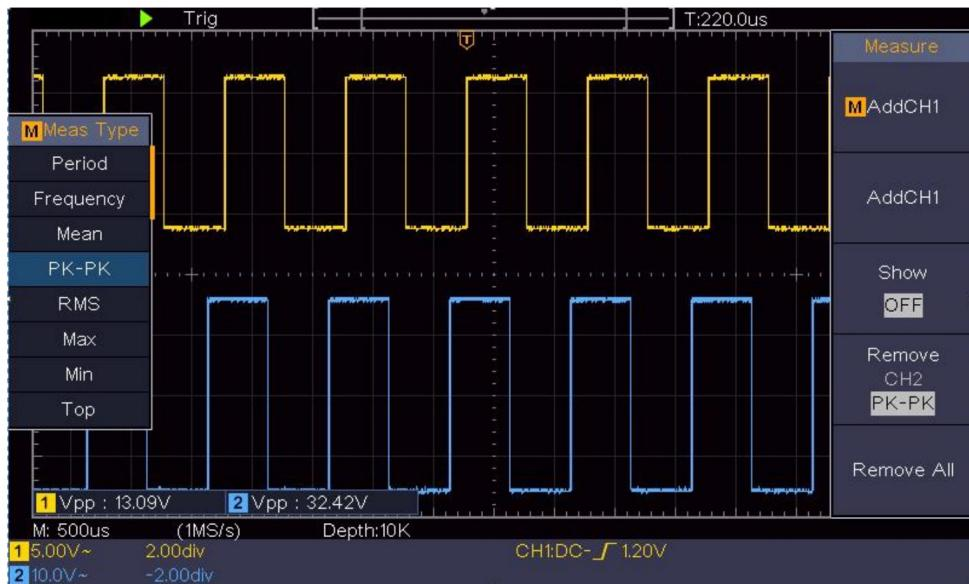

Figura 6-2 Forma de onda de la medición de ganancia
(5) En el menú de la derecha, seleccione AddCH1. El tipo pico a pico de CH1 se añade.
(6) En el menú de la derecha, seleccione AddCH2. El tipo pico a pico de CH2 se añade.
(7)Lea los voltajes pico a pico del Canal 1 y el Canal 2 desde la parte inferior izquierda de la pantalla (ver Figura 6-2).